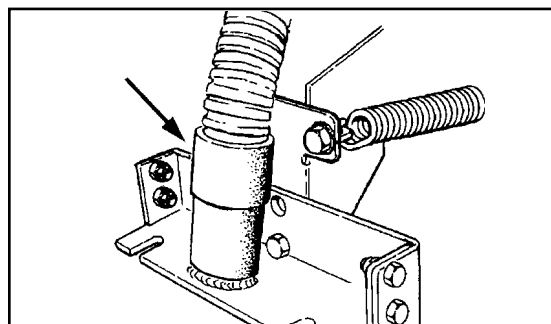

Figure 9
2. Fixez le manchon du flexible d'aspiration au raccord du flexible de la raclette (voir figure 9).
1. Le corps de la raclette peut être incliné pour régler l'évasement central du balai afin que ce dernier corresponde à l'évasement des côtés. Pour régler l'inclinaison, déserrez le boulon de réglage situé sur les côtés gauche et droit de la raclette (voir figure 9).